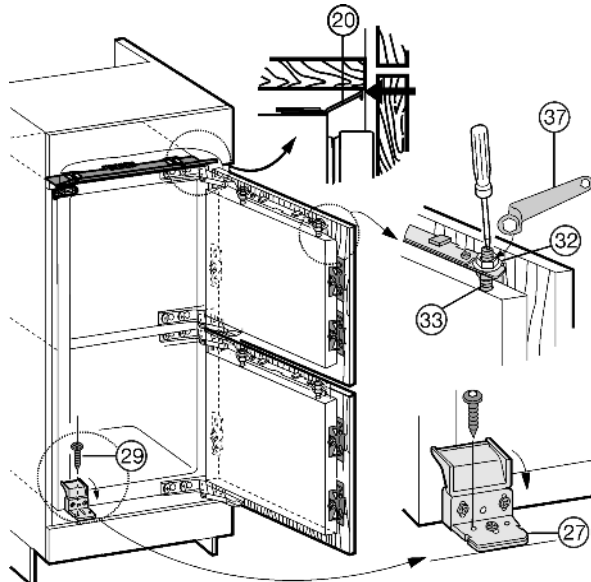

Fig. 30
(32) contratuercas (33) pernos de ajuste
(37) llave anular
- ▶ Apriete las contratuercas Fig. 30 (32) con la llave anular Fig. 30 (37), sujetando los pernos de ajuste Fig. 30 (33) con un destornillador.
- ▶ Si fuera necesario, alinee el panel de compensación Fig. 30 (20) paralelo a la base del mueble desplazándolo de tal forma que no sobresalga.
- ▶ Fije el aparato en la parte inferior mediante la escuadra de plástico Fig. 30 (27) con un segundo tornillo Fig. 30 (29) en el agujero redondo.